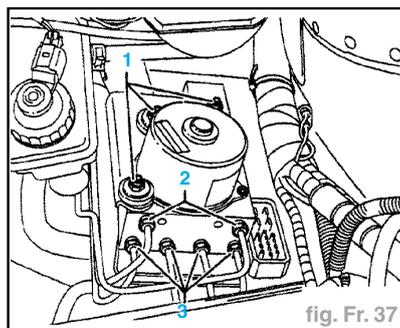

fig. Fr. 37
- Dévisser les conduites de frein (2) allant de l'unité hydraulique au maître-cylindre (fig. Fr. 37).